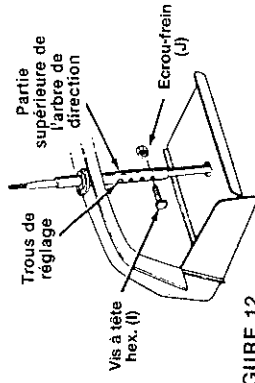

FIGURE 12
1. Pour la partie supérieure de l'arbre de direction rabattue sur la partie inférieure. Relevez la partie supérieure. Les trois trous de l'arbre permettent de régler le volant à trois hauteurs différentes. Choisissez le trou approprié et utilisez le vis à tête hex. (I) et le hex. (J) pour le maintenir en place. Voir la figure 12.